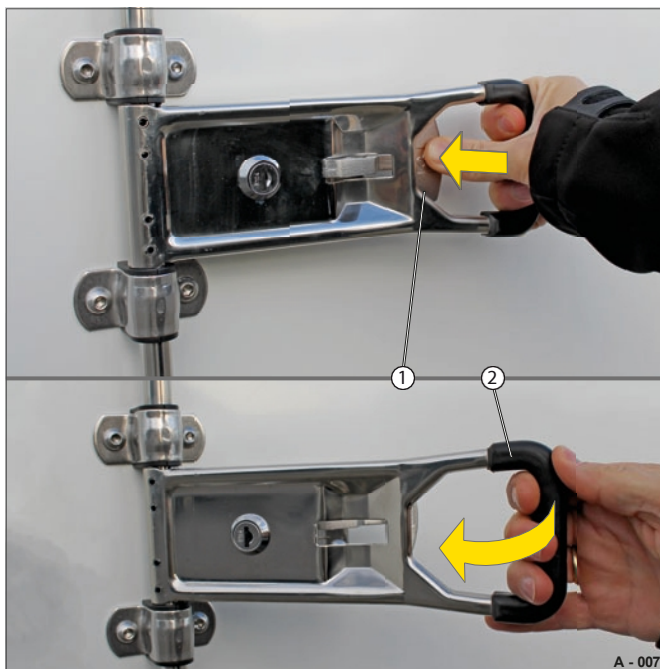

Fig. 7 Låse opp espagnolettlåsen
- Trykk inn snaplåsen (fig. 7/1) på låsen.
- Vri samtidig håndtaket (fig. 7/2) utover.
- Lås opp espagnolettlåsen - se fig. 7 på side 52.